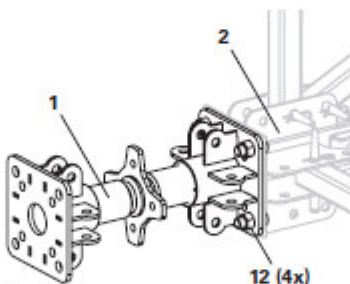

Fig. 3a
2. Montare l'albero regolabile ATS 360-550 (1) con il lato giallo verso la torre con quattro viti ISO 4017 M24 x 60-8,8 (12) sul piede di sostegno ATS (2) (filetto sinistrorso). (Fig. 3a)